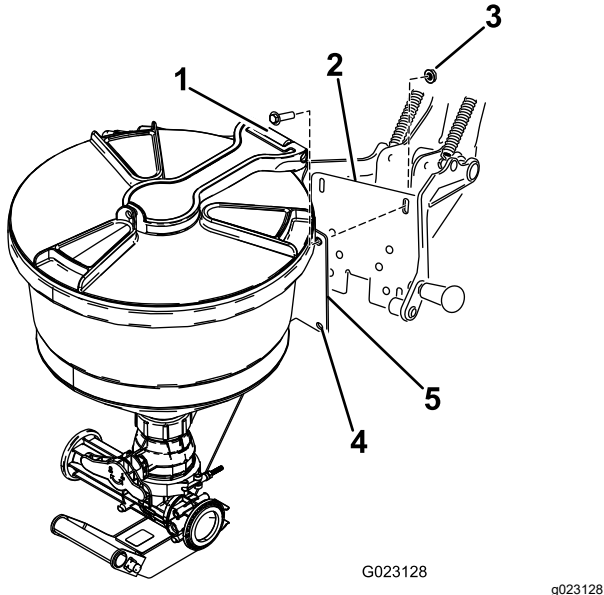

Figura 23
1. Alinee los orificios en la chapa de montaje del eyector con las ranuras en el bastidor de soporte de sujeción (Figura 23).